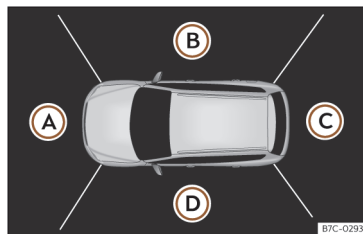

Fig. 139 Visualização do sistema de visão periférica: perspetiva aérea.
Pode-se escolher entre quatro vistas diferentes >>> **Fig. 139**:
Combinando as imagens de todas as câmaras, gera-se a perspetiva aérea >>> **Fig. 139**. A perspetiva aérea pode-se seleccionar pressionando sobre o veículo dentro da zona.
Pressionando sobre as diferentes áreas >>> **Fig. 139** Ⓐ a Ⓓ da perspetiva aérea ou da perspetiva aérea reduzida, é possível seleccionar e fixar a vista correspondente, a qual será realçada a cor de laranja.
- Pressione uma vez o botão  >>> **Fig. 140.** No ecrã do sistema de infotainment mostra-se a perspetiva aérea >>> **Fig. 139.** Se se pressionar o botão circulando a mais de 15 km/h (9 mph), não se mostrará a imagem.